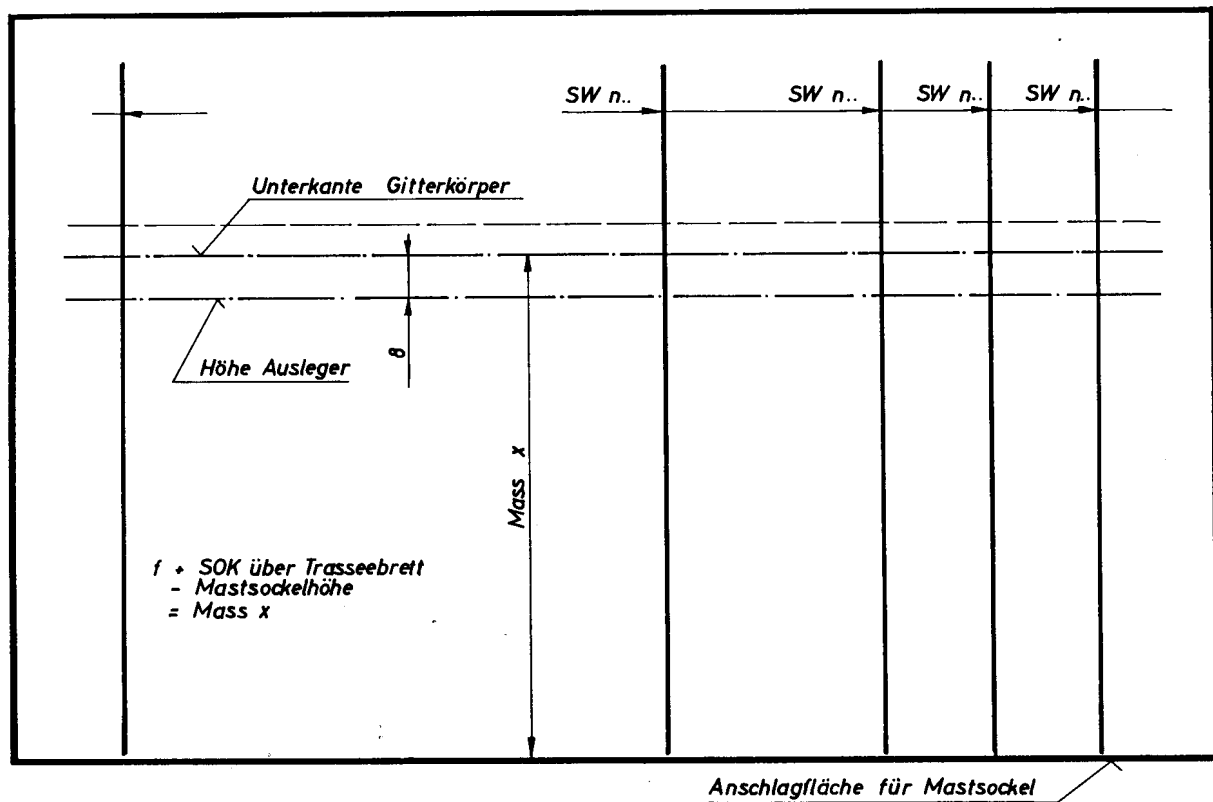

Bild 3.37: Lehre für Quertragwerke
Bild 3.37: Der auf die entsprechende Länge zusammengefügte Querträger wird mit der Breitseite auf die Lehre gelegt. Die Unterkante des Gitterkörpers wird entlang der Querlinie auf der Lehre ausgerichtet. Dann wird der Träger mit Papierklebeband fixiert (1). Die beiden B-Masten werden bei den entsprechenden Positionen in die Gitterkörper geschoben, bis der Sockel am Brettchen ansteht (2). Das Ganze wird nochmals genau ausgerichtet und die Masten mit Klebeband fixiert. Zum Schluss verlöten wir die Kontaktstellen zwischen Mast und Querträger.